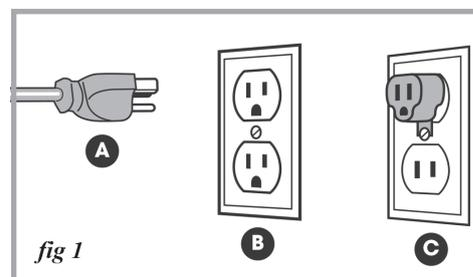

fig 1
3. Desserrez le bouton de verrouillage du biseau de la table (R, fig 1) et déplacez la table jusqu'à ce qu'elle soit approximativement à angle droit par rapport à la lame. Utilisez une équerre combinée pour placer la table à exactement 90° par rapport à la lame.
1. Relâchez la tension de la lame en soulevant le bouton de tension de lame (H, fig 1).
10. Pour tendre la lame, tournez le bouton de tension (H, fig 1). Assurez-vous que la lame est placée correctement entre les porte-lame. Tournez
- Pour allumer la scie, mettez l'interrupteur (O, fig 1) dans la position de marche (ON).
- Pour déverrouiller l'interrupteur et allumer la scie (ON), insérez la clé de sécurité dans l'interrupteur et mettez l'interrupteur dans la position de marche (ON)